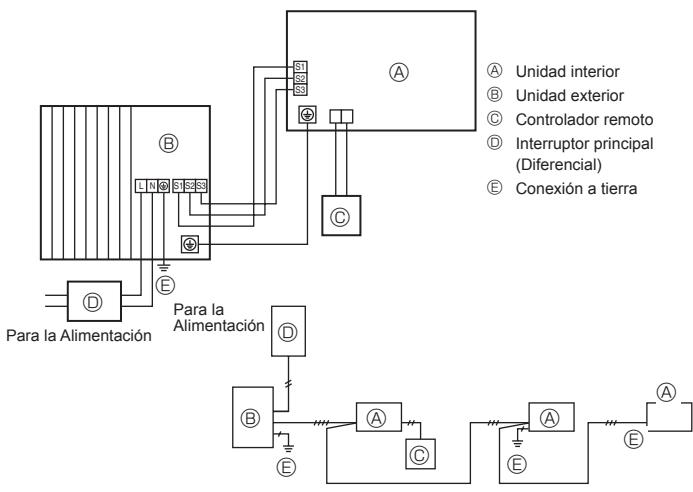
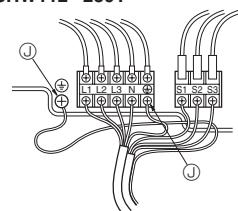

Fig. 7-1
Fig. 7-2
7.1. Unidad exterior (Fig. 7-1, Fig. 7-2)
① Extraiga el panel de servicio.
② Tienda los cables de acuerdo con la Fig. 7-1 y Fig. 7-2.